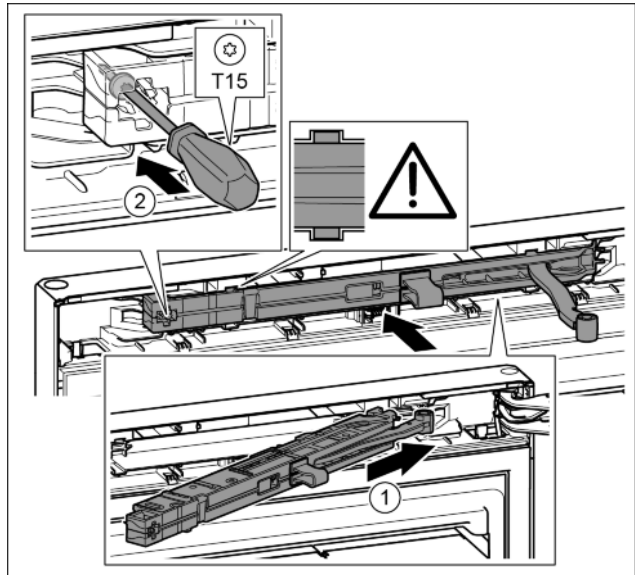

Fig. 44
- ▶ Вставить узел амортизатора со стороны опорного кронштейна в выемку до упора под наклоном. Fig. 44 (1)
- ▶ Затянуть винт отверткой T15. Fig. 44 (2)